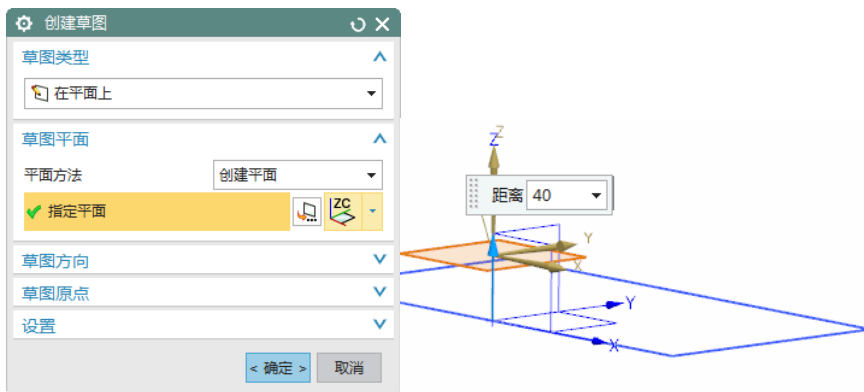
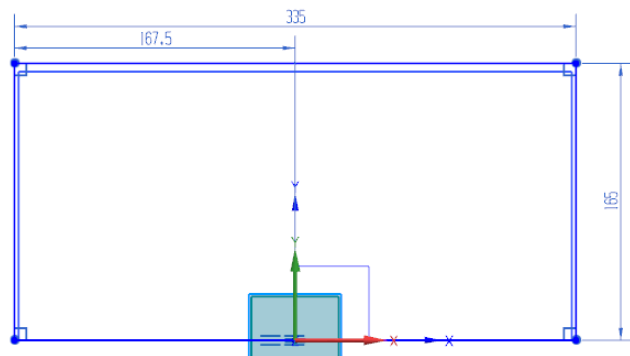

图 8-31 创建平面
图 8-32 绘制草图 2
(1) 选择“菜单(M)”→“插入(S)”→“在任务环境中绘制草图(V)”命令，打开“创建草图”对话框。
(2) 在对话框中选择“创建平面”方法，选择 XC-YC 为指定平面并输入距离为 40，如图 8-31 所示，单击“确定”按钮，进入草图绘制环境，绘制如图 8-32 所示的草图 2。